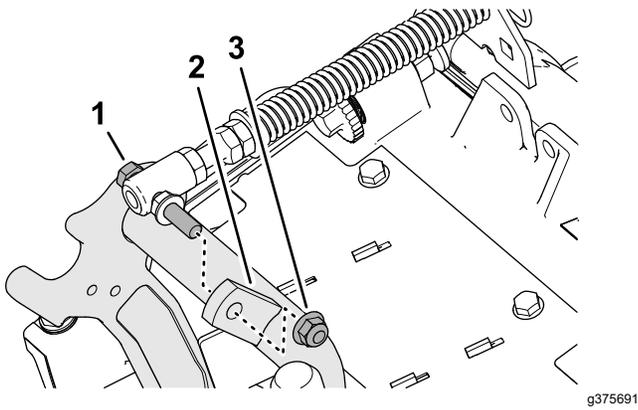

Figura 18
- Retire la contratuerca con arandela prensada ($\frac{3}{8}$ ") que fija el tornillo del muelle de compensación del césped a la pestaña derecha del bastidor de tiro, y retire el muelle de compensación de la unidad de corte (Figura 18).